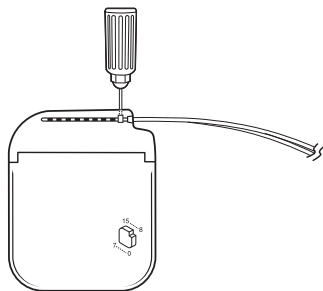

Figura 2. Serraggio delle viti di arresto nella guarnizione autosigillante.
5. Per ogni estensione o spinotto, inserire a fondo il cacciavite torsiometrico (fornito in dotazione con il neurostimolatore) in ciascuna guarnizione autosigillante del blocco connettore e serrare ciascuna vite di arresto (Figura 2).